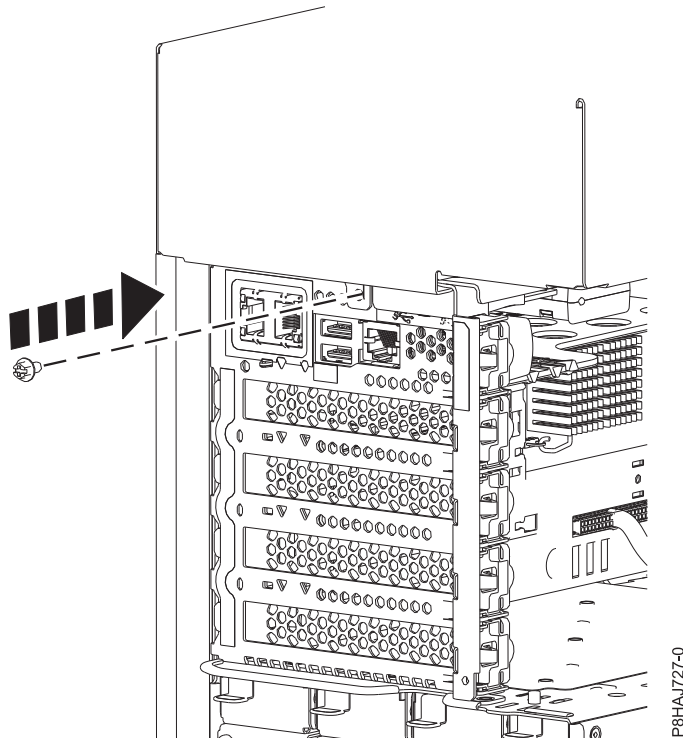

Figure 19. Installation de la vis capot latéral du 8286-41A
5. Installez la vis arrière du capot latéral à l'aide d'un tournevis cruciforme, comme illustré figure 19, à la page 34.